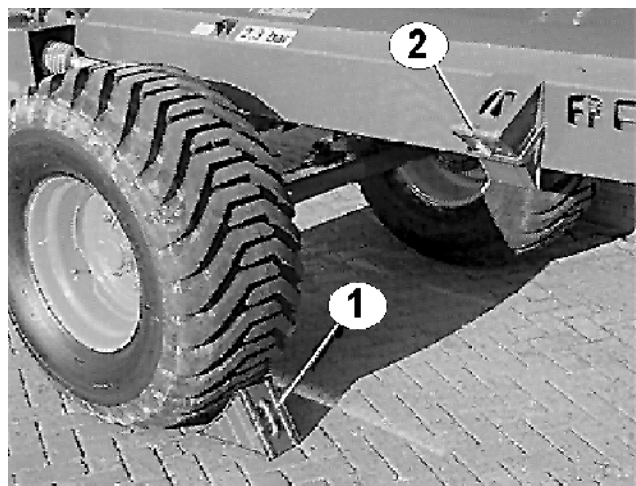

Fig. 21
- Vor dem Abkuppeln ist der **ZG-B** mit zwei Unterlegkeilen (Fig. 21/1) gegen unbeabsichtigtes Wegrollen zu sichern. Zum Transport sind die Unterlegkeile (Fig. 21/2) in Halterungen am Rahmen befestigt und mit Federn gesichert.